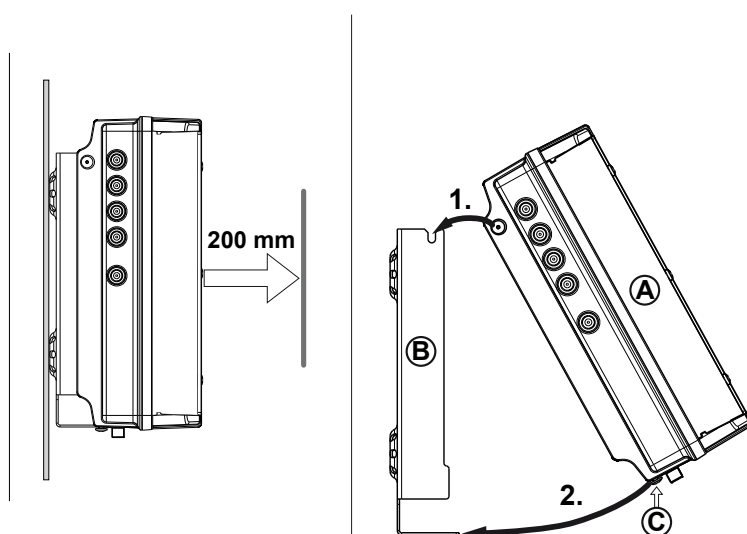

Abb. 3: Kopfstelle einhängen
1. Montieren Sie den Wandhalter waagerecht an der Montagefläche; siehe ⑥ in Abb. 3. Beachten Sie dabei:
2. Hängen Sie die Kopfstelle ① in den Wandhalter ⑥ ein; siehe Abb. 3.
3. Ziehen Sie die Schraube ③ fest.